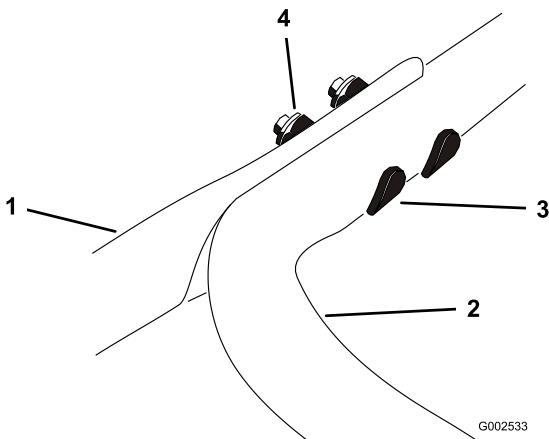

Figura 4
2. Fije el manillar superior al manillar inferior con 4 pernos de cabeza ovalada, 4 arandelas y 4 contratuerca (Figura 4).